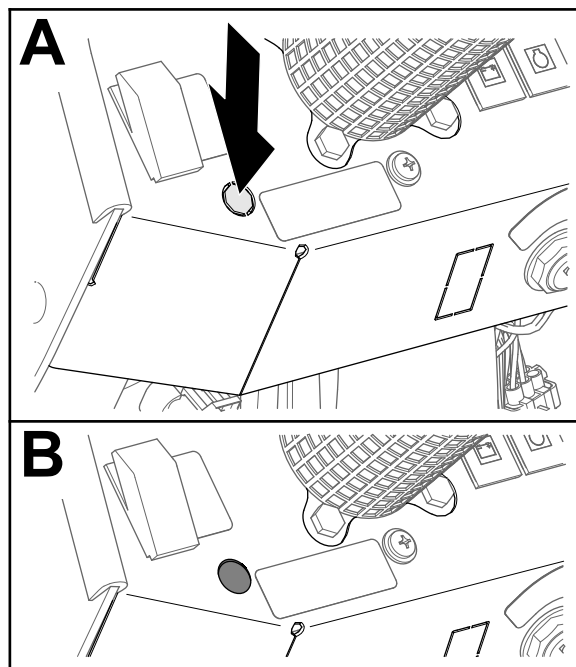

Figura 24
- Retire el tapón redondo del salpicadero, según se muestra en Figura 24.